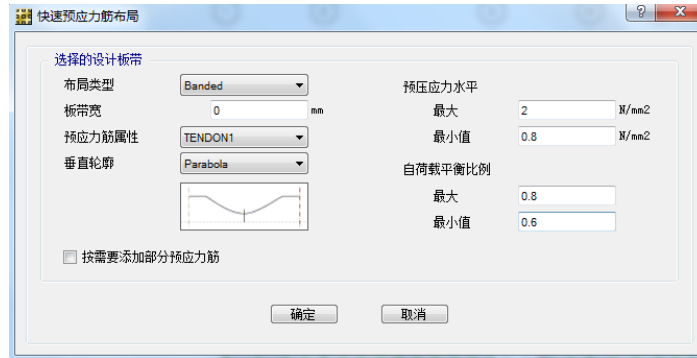

图 30 快速预应力筋布局对话框
- D. 点击命令**编辑命令**>**添加/编辑预应力筋**> **在板带中添加预应力筋**，打开快速预应力筋布局对话框，如图 30 所示。